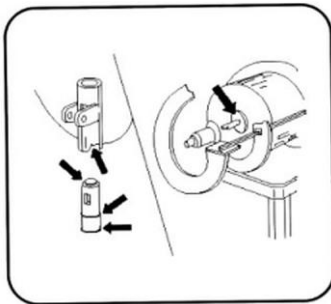

Fig. 14
15. De platser som är markerade i Fig. 14 ska fuktas med vatten dagligen eller efter varje grundlig rengöring.